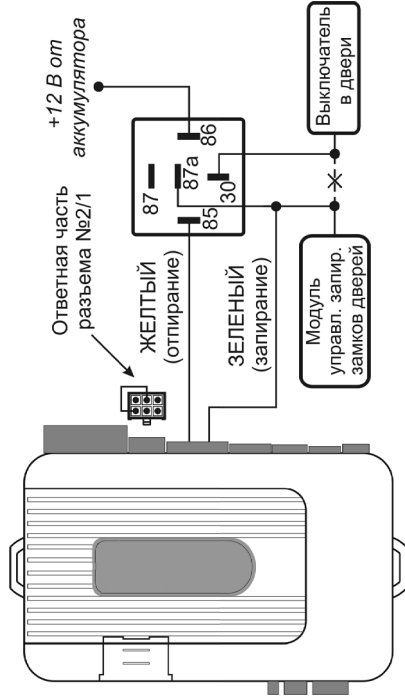

Рис. 3
- ♦ Подсоедините ЖЁЛТЫЙ и ЗЕЛЁНЫЙ провода системы (Разъём №3) к дополнительному реле согласно схеме (Рис.3):